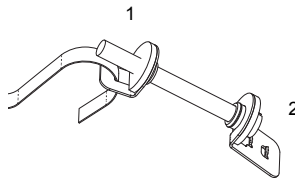

Abb. 9.4: FLEXIM-Spannschloss
- Schieben Sie ca. 2 cm des Spannbänders durch den Schlitz des Spannschlusses (siehe Abb. 9.4).